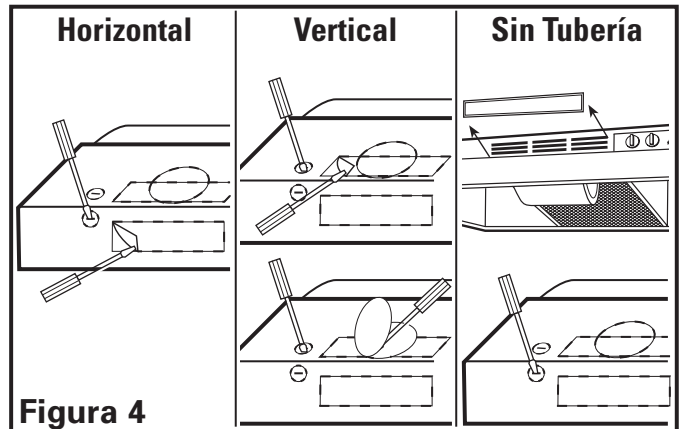

Figura 4
- Horizontal o Vertical** – Retire la placa desmontable cuadrada insertando un destornillador por debajo del borde y rompa las lengüetas que la mantienen en su lugar. Pele usando pinzas (**Figura 4**).
- Sin Tubería** – Retire la cubierta frontal de la parrilla de la campana, exponiendo las ranuras frontales de aire. Para retirar la parrilla a un costado y levantar el borde de salida, no use un destornillador o cualquier otro objeto que pudiera raspar la campana (**Figura 4**).
- Redonda de 7"** – Retire la placa desmontable redonda ubicada en la parte superior de la campana insertando un destornillador por debajo del borde y rompa las lengüetas que la mantienen en su lugar. Pele usando pinzas (**Figura 4**).
- Determine por donde ingresará el suministro eléctrico en la campana y retire la placa desmontable eléctrica apropiada insertando un destornillador dentro de la ranura y moviéndolo hacia delante y hacia atrás hasta que la placa desmontable quede suelta (**Figura 4**).